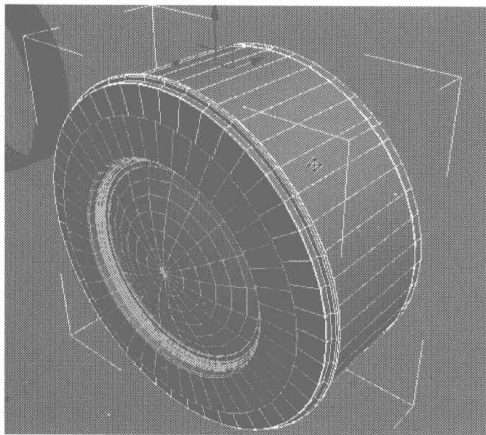

图 6.406
- 33** 选择如图 6.406 所示的物体，同样在工具栏中单击 按钮，并在视图中单击镜头物体，在弹出的对话框中依照默认值进行设置对齐参数，将物体对齐。